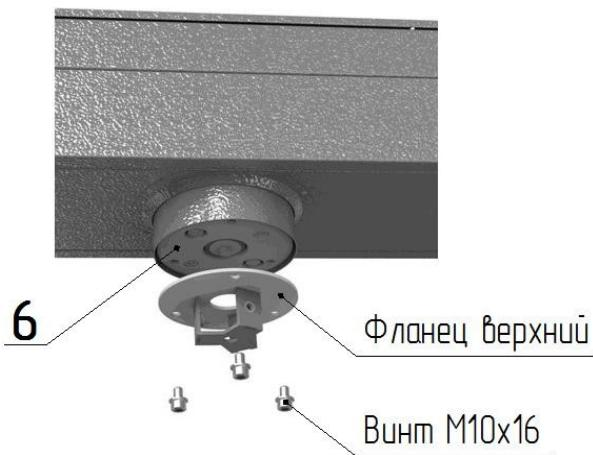

Рис. 3
## 2. Сборка центральной стойки (Рис. 3 и Рис. 4):
- установите на диск муфты привода (рис.3) верхний фланец центральной стойки и закрепите винтами M10x16; в первую очередь установите на посадочные плоскости фланцев лопасть с внутренними кронштейнами (рис.4) и закрепите винтами M8 (не затягивая их);